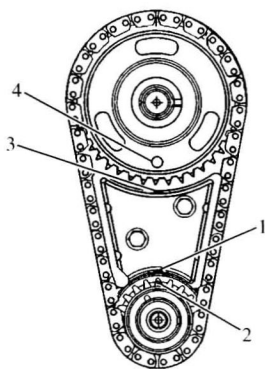

图 1-2-8 对齐正时标记
5. 将曲轴正时标记（2）对准正时链条减振器（1）底部的正时标记（图 1-2-8）。
7. 将凸轮轴齿轮（4）上的正时标记对准正时链条减振器（3）顶部的正时标记（图 1-2-8）。